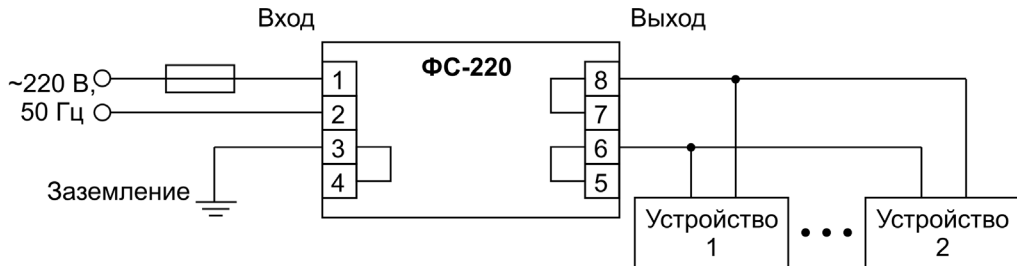

Рис. 1
- 4.1. Подключить фильтр в цепь питания защищаемых устройств согласно рис. 1.